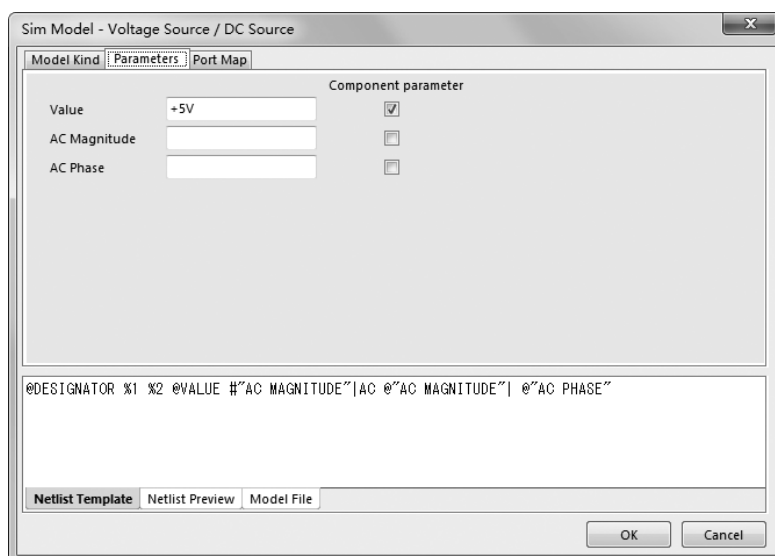

图 12-41 直流电压源仿真参数设置
(1) 双击直流电压源，在打开的属性设置对话框中设置其标号和幅值，分别设置为 +5 V。
(2) 双击放置好的直流电压源，打开属性设置对话框，将它的标号设置为 V1，然后双击“Models”（模型）栏中的“Simulation”（仿真）项，打开仿真属性设置对话框，在“Parameters”（参数）选项卡中设置仿真参数，将“Value”（值）设置为 +5 V，如图 12-41 所示。